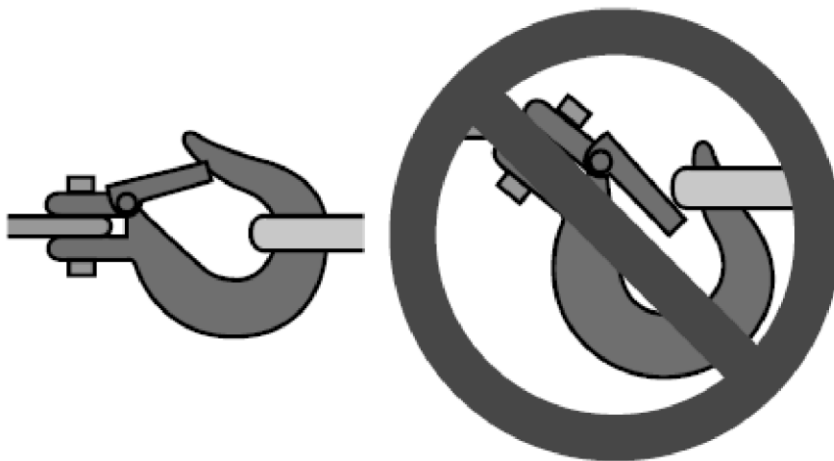

Рисунок 3: Правильное и неправильное крепление крюком
9. Точка крепления должна находиться по центру петли крюка, а предохранительная застежка крюка должна быть полностью закрыта. См. рисунок 3.